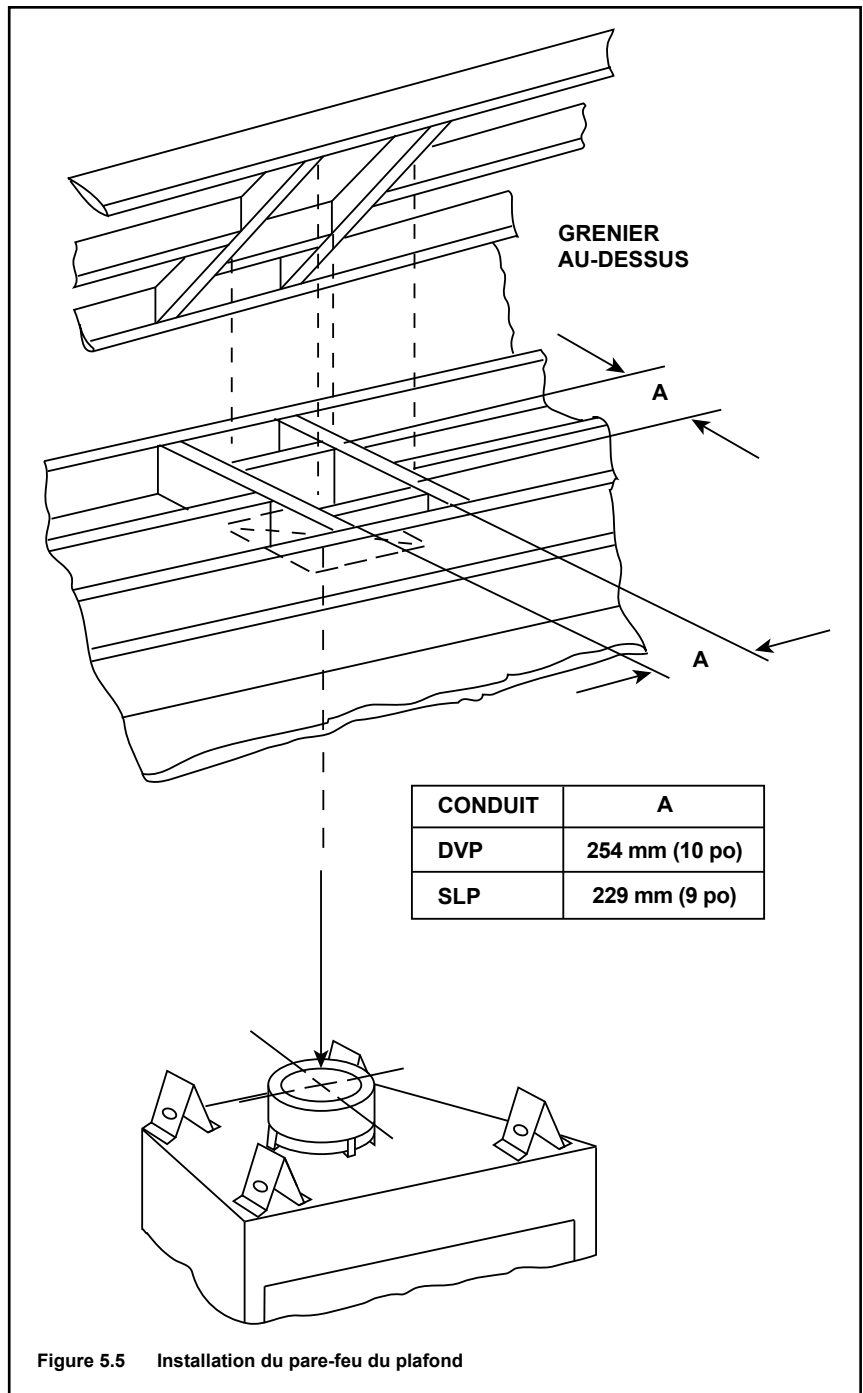

Figure 5.5 Installation du pare-feu du plafond
- **Conduit SLP seulement** – Ouverture du coffrage 229 mm par 229 mm (9 po par 9 po) quand le conduit d'évacuation traverse un plancher/plafond (voir la figure 5.5).